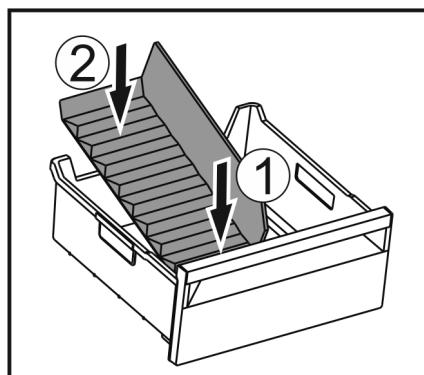

Fig. 100
- ▶ Поставете предната част на разделителя на отделението за лед. Fig. 100 (1)
- ▶ Спуснете задната част на разделителя на отделението за лед до дъното на чекмеджето. Fig. 100 (2)